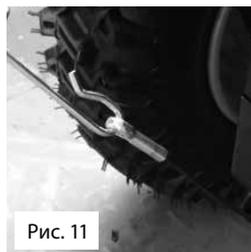

Рис. 11
- Зацепите пружину троса привода колес за проушину троса на трансмиссии (рис. 11).